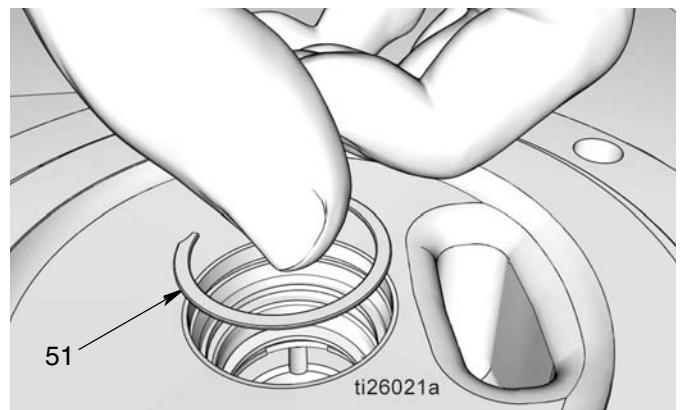

图 34
- f. 安装固定夹 (51) (图 34)。当固定夹正确就位在沟槽上时应听到“咔哒”一声。